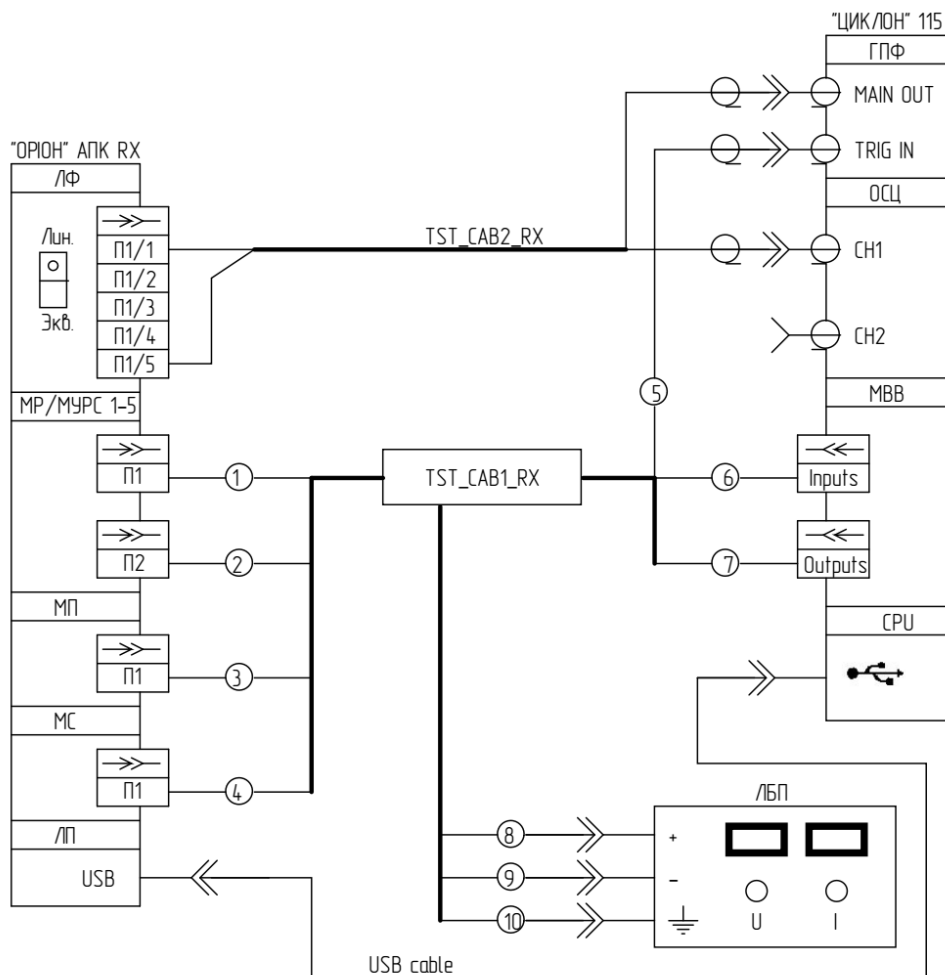

Рисунок 8.12.2 – Схема подключения для автоматических измерений с помощью «ЦИКЛОН»
- 1) Подключить «ОРИОН» АПК RX к «ЦИКЛОН» 115 и ЛБП с помощью тестовых кабелей «TST_CAB1_RX», «TST_CAB2_RX» (см. рисунок 8.12.2);
- 1) Подключить «ОРИОН» АПК RX к «ЦИКЛОН» 115 и ЛБП с помощью тестовых кабелей «TST_CAB1_RX», «TST_CAB2_RX» (см. рисунок 8.12.2, 8.12.3);